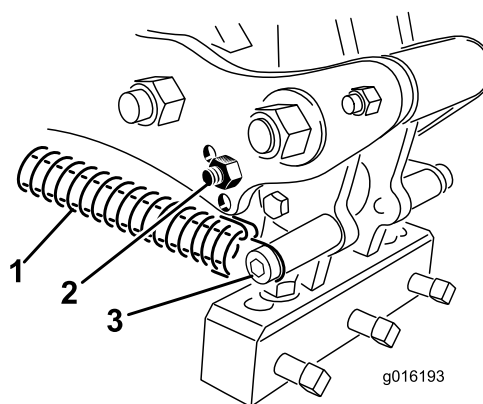

Figure 35
3. Décrochez le ressort de la tête d'aération (Figure 35).
4. Retirez le boulon d'amortisseur et l'amortisseur du bras de liaison et replacez-les dans l'autre trou de réglage (Figure 35).